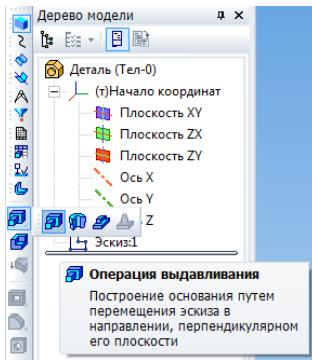

Рис. 2.4. Выбор кнопки ***Операция выдавливания***
3. Необходимо вкладке *Редактирование детали* выбрать кнопку *Операция выдавливания* как на рис. 2.4